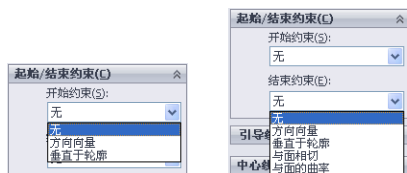

图 5-68 “起始/结束约束”选项组
(4) 单击↑(上移)按钮或↓(下移)按钮, 改变轮廓的顺序。此项只针对两个以上轮廓的放样特征。
(5) 如果要在放样的开始和结束处控制相切, 则设置“起始/结束约束”选项组, 图 5-68 分别显示“开始约束”与“结束约束”两下拉列表里选项。